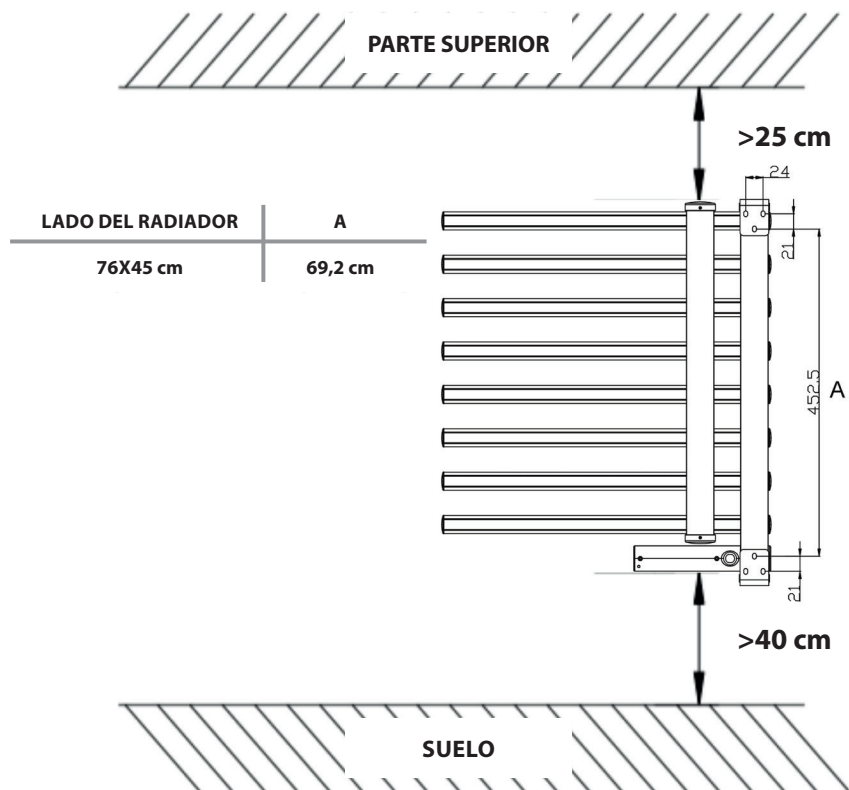

Fig2
1. Faça 4 furos de Ø8 mm de acordo com as dimensões mostradas na Fig. 2.